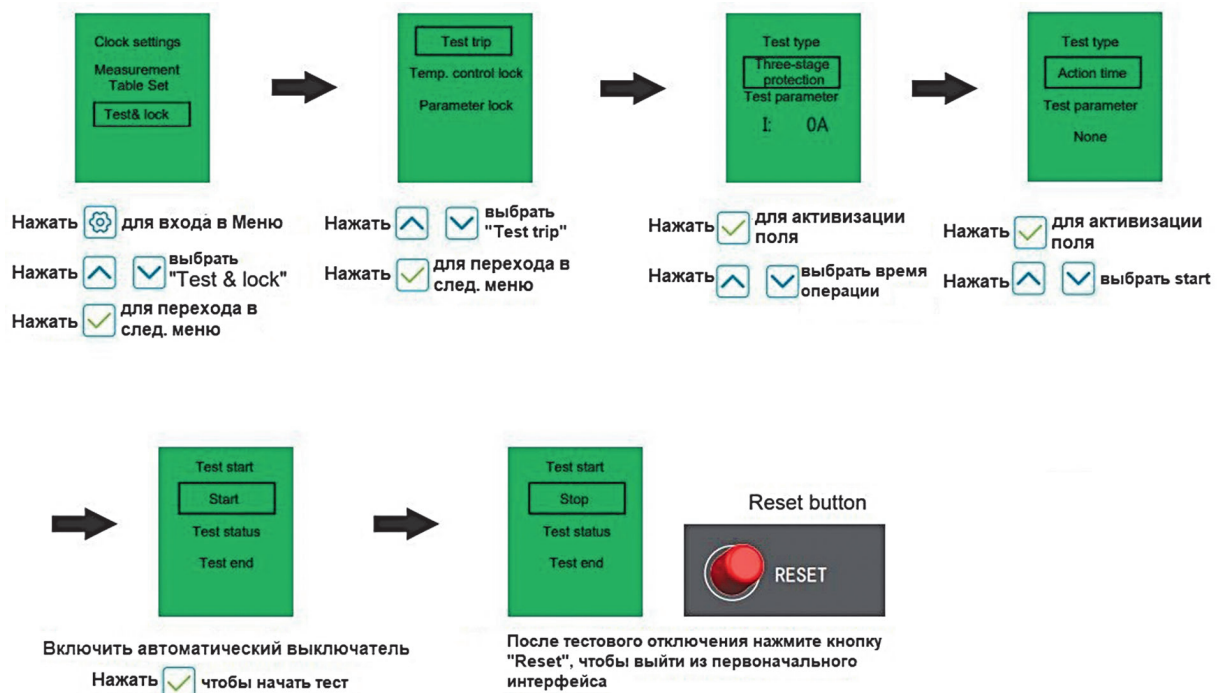

Рисунок 16
4.3.2.20 Для тестирования срабатывания функций защит (расцепитель может моделировать аварийный ток для проверки защиты от перегрузки и короткого замыкания (рисунок 16) можно воспользоваться встроенной функцией Test. Функция проверяет корректность работы расцепителя и его функций защиты по выставленным уставкам, целостность цепей, а также механическое срабатывание расцепителя защиты и выключателя. При проверке автоматический выключатель должен находиться во включенном состоянии.